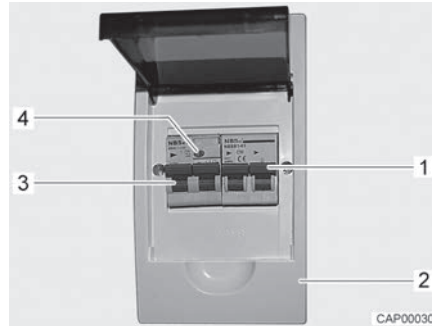

Bild 86 230-V-Sicherungskasten mit Leitungsschutzschalter und RCD (Hauptschalter)
- Den RCD (Hauptschalter, Bild 86,3) im Sicherungskasten (Bild 86,2) ausschalten.
- Den RCD (Hauptschalter, Bild 86,3) im Sicherungskasten einschalten.
- Wenn das Fahrzeug an die 230-V-Versorgung angeschlossen ist, die Prüftaste (Bild 86,4) des RCD (Bild 86,3) im Sicherungskasten (Bild 86,2) drücken. Der RCD muss auslösen.
- Den RCD (Bild 86,3) wieder einschalten.